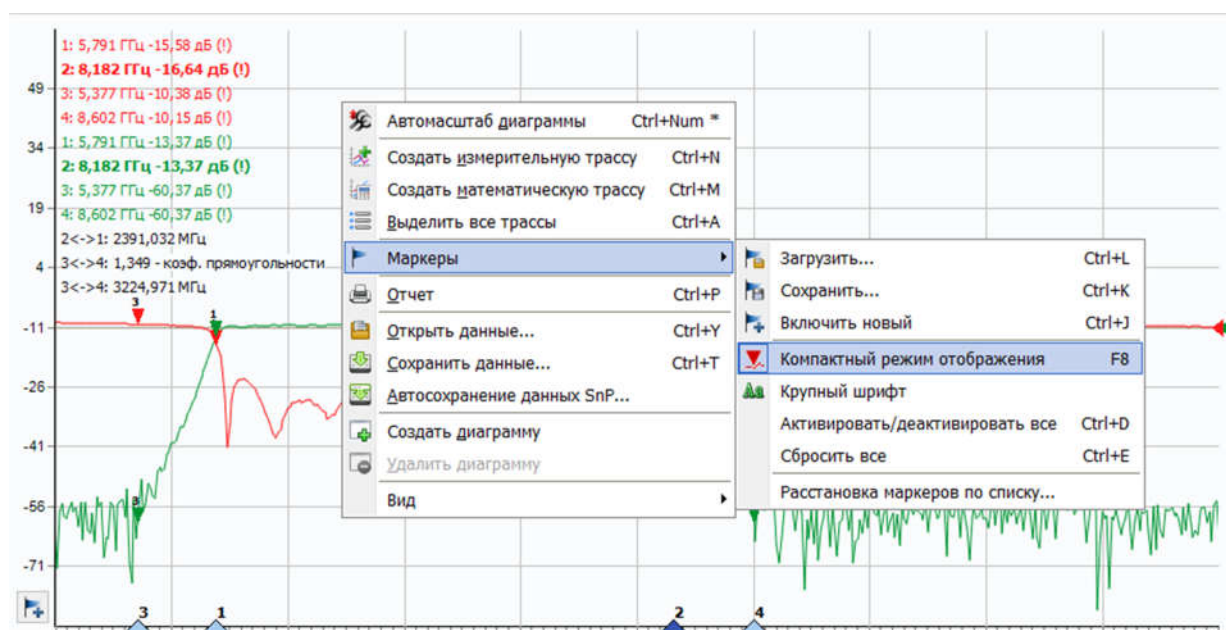
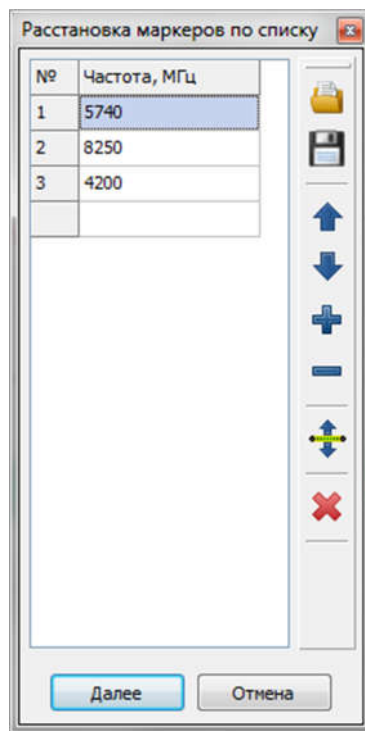

Рисунок 2.109 – Компактный режим отображения маркера
Рисунок 2.110 – Расстановка маркеров по списку частот
2.3.2.11.4 Параметры маркеров сохраняются в профиле и восстанавливаются при старте ПО «Graphit P4M» или при загрузке профиля. Кроме того, существует возможность сохранить параметры в отдельный файл¹⁾, выбрав подпункт «Сохранить...» пункта «Маркеры» контекстного меню диаграммы (рисунок 2.109), а также загрузить их, используя подпункт «Загрузить...» пункта «Маркеры» контекстного меню диаграммы.
2.3.2.11.6 Функция «Расстановка маркеров по списку...» пункта «Маркеры» контекстного меню диаграммы (рисунок 2.109) позволяет потребителю расположить маркеры на диаграмме в соответствии с заранее созданным списком частот (мощности), загрузив его из файла или создав непосредственно в таблице (рисунок 2.110)¹⁾.